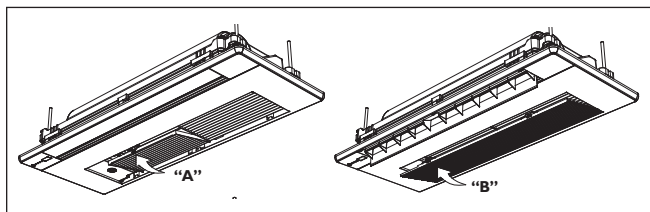

FIG. 48
5. Por fim recoloque o filtro de ar ("A" - Fig. 48) e a grade de proteção ("B" - Fig. 48).